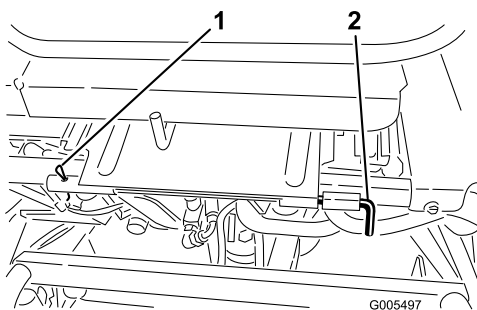

Figure 33
3. Abaissez le siège et retirez la goupille fendue qui fixe l'axe de pivot du siège au cadre (Figure 33).